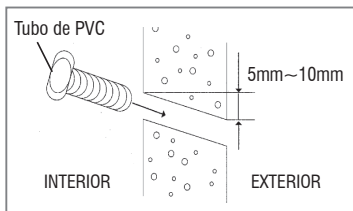

FIG. 9
- Corte e coloque o tubo de PVC de 75 mm de diâmetro de acordo com a espessura da parede e passe a tubulação através dela (Fig. 9).